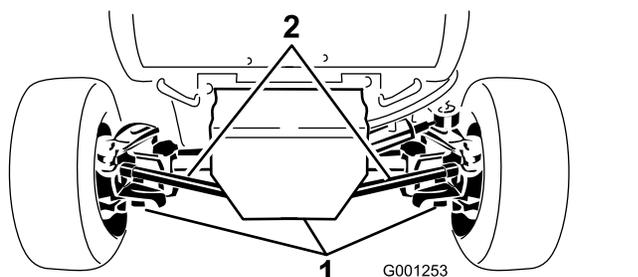

Figura 62
2. Limpe as zonas em redor dos três tampões de escoamento (Figura 62).